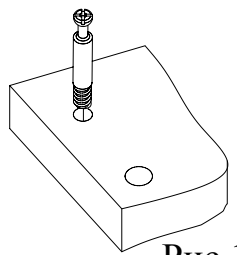
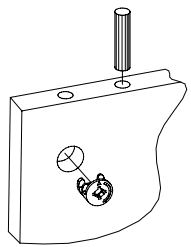

Рис.1
Рис.2
1. Подготовьте детали к сборке. Для этого вкрутите шпильки минификсов в детали 3, 4, 5 (Рис. 1). Затем вставьте головки минификсов и шканты в детали 6, 7, 8, 9 и 10 (Рис. 2).